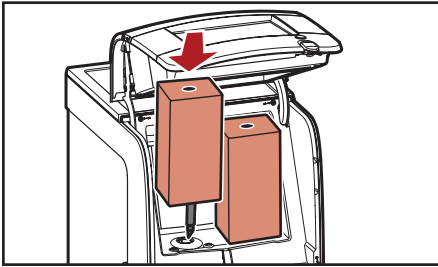

Рис. 4.1 - Установить упаковку продукта
4. Установить упаковку продукта (рис. 4.1).